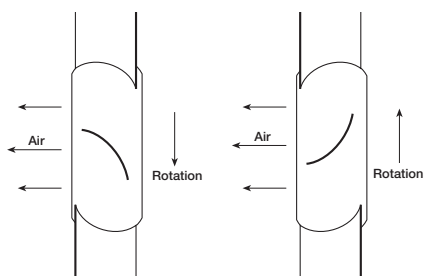
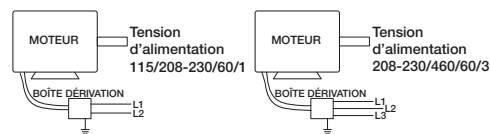

Figure 6 — Sens de rotation
Figure 11 — Schéma de câblage typique
- Vérifier le sens de rotation de l'hélice en mettant brièvement l'appareil en marche. Le sens de rotation doit être celui indiqué sur l'autocollant apposé sur l'appareil ou sur la Figure 6. Sur les installations triphasées, le sens de rotation peut être inversé par l'inversion de deux quelconques des trois fils électriques. Pour les installations monophasées, suivre le schéma de câblage figurant sur le moteur ou voir Figure 11.
- Câbler le moteur pour la tension souhaitée conformément au schéma de câblage figurant sur le moteur ou au schéma de câblage à la Figure 11.
2. Démarrer le ventilateur et l'arrêter immédiatement pour vérifier que le sens de rotation de l'hélice correspond à la flèche dans le compartiment du moteur. Voir la Figure 6.